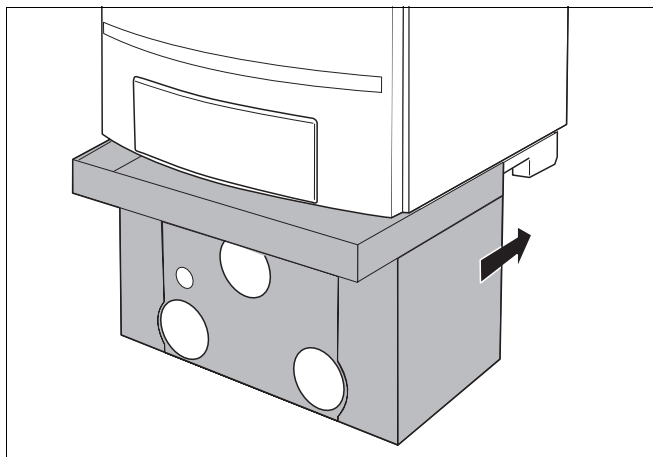

Bild 21 Montera skyddet
- För in skyddet med den övre vikta kanten i spåret på den undre balken (bild 21).